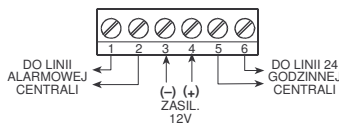
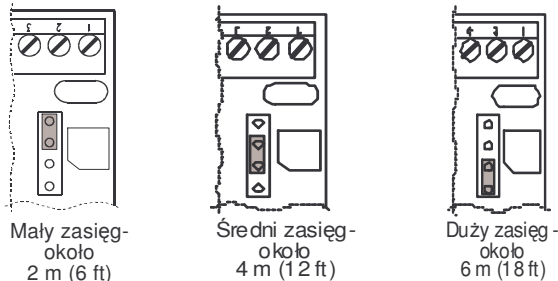

Rys. 9. Wnętrze CLIP -4N
Rys. 10. Zaciski i okablowanie
- E. Zamontuj tylną część obudowy w miejscu i na wysokości, która daje maksymalne pokrycie. Użyj dwóch otworów montażowych (rys. 9).
Aby przeprowadzić przewody do czujnika, należy użyć specjalnego kanału zlokalizowanego w górnym lewym rogu obudowy (rys. 9). Połączeń należy dokonać zgodnie z rys. 10, w następującej kolejności:
3-pinowa zworka służy do wybierania 3 rodzajów zasięgu kurtyn (patrz Rys. 11) Zworki są pokazane tak, jak widać je patrząc na otwarty czujnik (odnieś się do rys. 9)